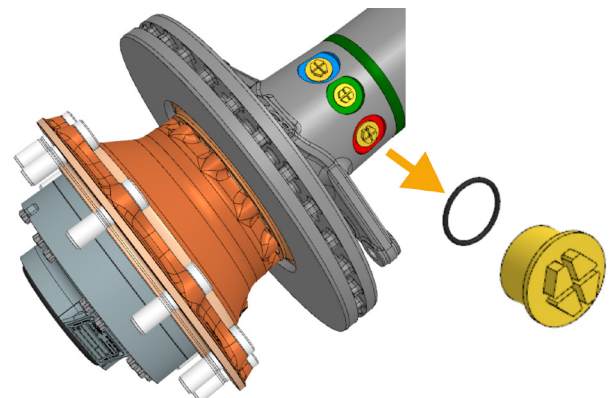

Abb. 1: Hydraulikanschluss - Schutzstopfen
- Bei Entfernen der Schutzstopfen vor dem Anschluss der Hydraulikleitungen ist sicherzustellen, dass kein Hydrauliköl auslaufen kann. Siehe „Abb. 1: Hydraulikanschluss - Schutzstopfen“ auf Seite 5